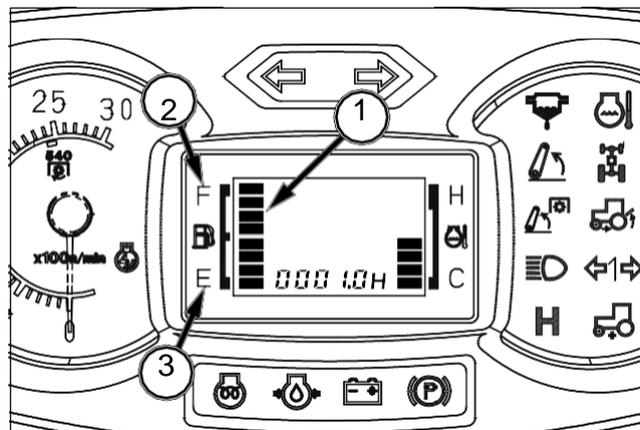

FIG. 45
FIG. 45: La galga de carburante (1) utiliza un gráfico con columnas para indicar el nivel de diésel del depósito de carburante. Cuanto más cerca están las barras del icono de depósito lleno (2), más lleno está este.